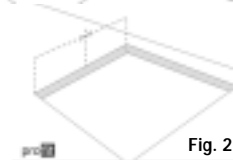

Fig. 2
- Beregn midtpunktet på de lodrette sidene på åpningen, som vist på Fig. 2.
- Plasser midtpunktet på brakettene (C) i dette midtpunktet på siden.
- Fest ved å sette de 4 medfølgende skruene (B) i hullene.